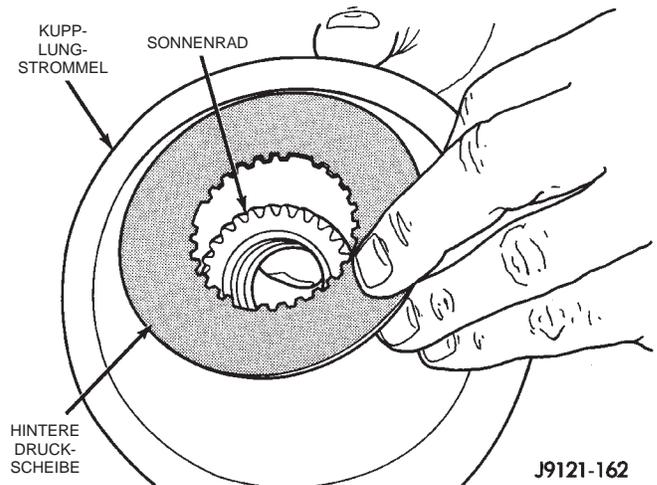

Abb. 154 Hintere Druckscheibe der Kupplungstrommel einbauen
(9) Sonnenrad in Einbaulage festhalten und Druckscheibe über Sonnenrad an Rückseite der Kupplungstrommel anbringen (Abb. 154).